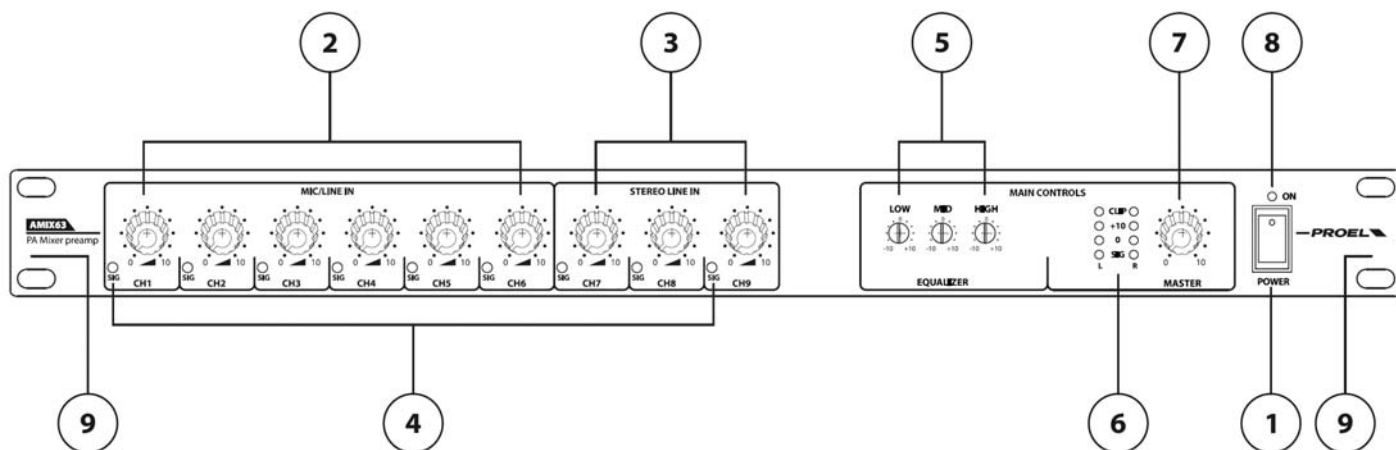
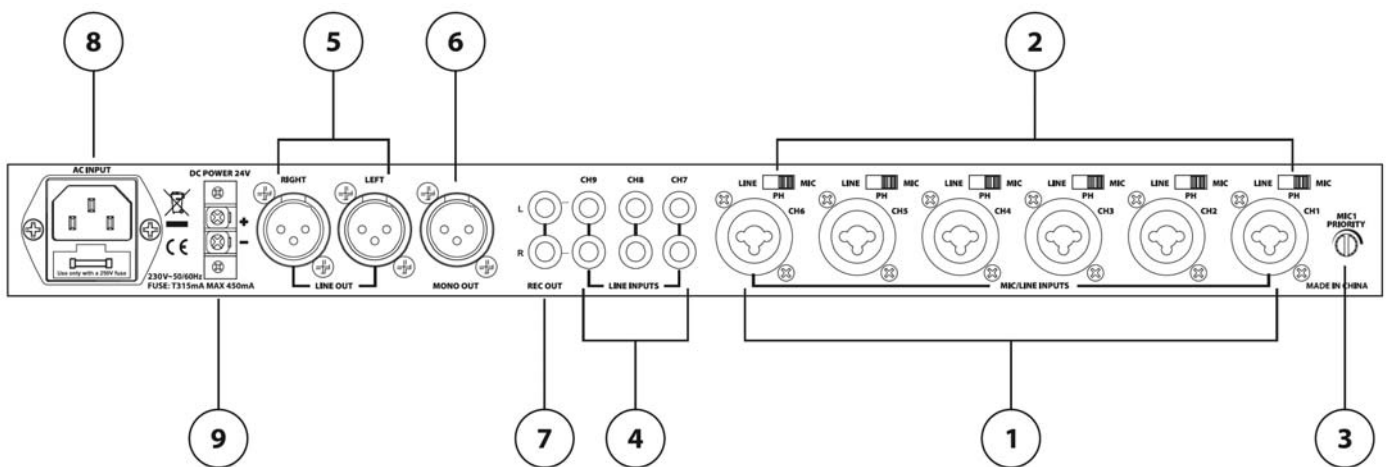

fig.1
fig.2
Consente di regolare il livello sull'uscita L, R e MONO OUT (fig.2 rif.5, 6 )
Ogni singolo ingresso stereo può essere utilizzato per collegare due ingressi di linea provenienti da due sorgenti sonore (ad esempio due radiomicrofoni), l'unico inconveniente è che sarebbero gestite dallo stesso controllo di livello (fig.1 rif.3 )
- Per accendere l'apparecchio portare l'interruttore d'accensione (fig1, rif.1) in posizione ON.
- Collegare le sorgenti sonore agli ingressi sul pannello posteriore (fig2, rif.1,4)
- Per gli ingressi 1~6 impostare il selettore LINE- MIC PH – MIC (fig2, rif.2) a seconda del tipo d'ingresso collegato. Posizione **LINE** per segnali di livello linea (lettori CD, sintonizzatori AM/FM, ecc.); posizione **PH** per microfoni che necessitano di alimentazione phantom (electrete - condensatore); posizione **MIC** per microfoni dinamici
- Ogni canale d'ingresso ha un controllo di volume indipendente (fig.1 rif.2,3) che consente di stabilire il volume di ascolto desiderato.
- Controlla la presenza di segnale in ogni canale tramite il led SIG (fig.1 rif. 4).
- Regolare il livello delle uscite L - R (fig.2 rif.5) e MONO OUT (fig.2 rif.6) mediante la manopola MASTER (fig.1 rif.7). Per ottenere un buon volume d'ascolto senza aver problemi di distorsione regolare il potenziometro mantenendo il livello d'uscita in maniera che l'indicatore di CLIP non rimanga acceso.